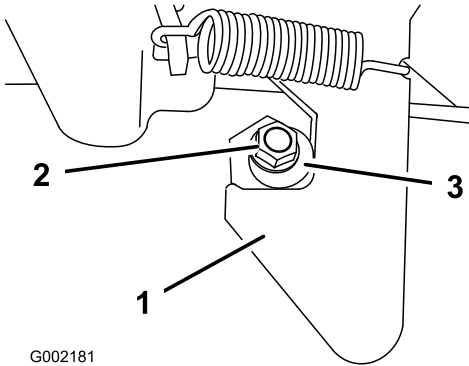

図 68
1. ラッチポストの端についているロックナットをゆるめる 図 68。
2. ラッチポストを右回りに回転させてラッチのフック部にちょうど嵌るようにする 図 68。